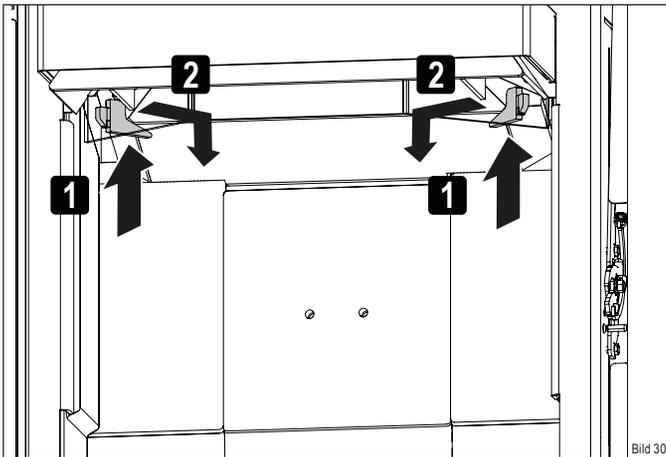

Bild 30
- ▶ Lösen Sie vorsichtig die Thermosteinhalter (Bild 30).